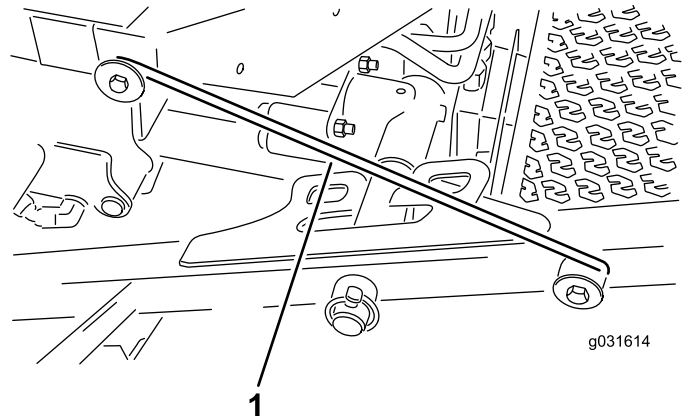

Figura 33
4. Liberare l'asta del dispositivo di sicurezza dal fermo del telaio portante anteriore (Figura 33).
5. Sollevate la parte esterna degli apparati di taglio anteriori e agganciate il dispositivo di sicurezza al perno del telaio presente sulla parte anteriore della piattaforma dell'operatore (Figura 33).